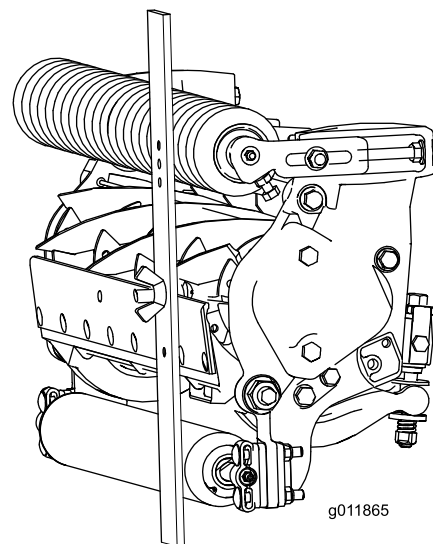

Рисунок 18
3. Зацепите головку винта за режущую кромку неподвижного ножа и расположите задний конец планки на заднем валике (Рисунок 18).
4. Поворачивайте регулировочный винт до тех пор, пока передний валик не коснется измерительной планки (Рисунок 18). Регулируйте оба конца валика до тех пор, пока весь валик не встанет параллельно неподвижному ножу.